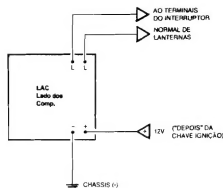

Fig. 5
- **FIG. 5 - CONEXÕES EXTERNAS À PLACA** - Simples e poucas, as ligações externas restringem-se à alimentação (ponto "+" aos 12 VCC positivos, e ponto "-" ao negativo ou "chassis" do carro...) e à conexão dos pontos "L-L" ao terminais efetivos do próprio interruptor que originalmente controla as lanternas do veículo... Já foi mencionado, mas vale dizer de novo: os contatos de Saída do relê (pontos "L-L") são totalmente **independentes** de todo o restante do circuito e da sua alimentação, e assim podem ser usados "sem medo", em qualquer configuração de acoplamento ao original interruptor das lanternas, não importando se este tem um de seus "lados" normalmente "aterrado" ou "positivado", ou se ocorre a posterior intervenção de um relê original do veículo, etc. Basta, eletricamente, **identificar** os pontos de ligação, e neles conectar os terminais "L-L", através de cabos isolados no conveniente calibre...